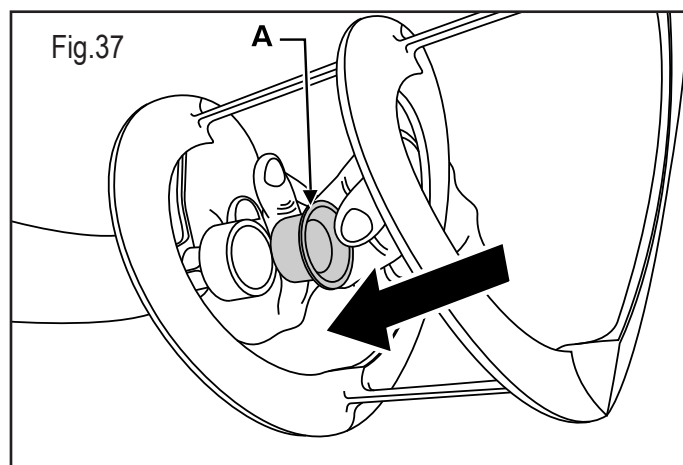

Fig.37
Installare la guarnizione (A) sulla coclea come mostrato in fig.37.